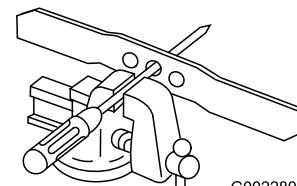

Figure 29
1. Vérifiez l'équilibre de la lame en enfilant le trou central sur un clou ou la tige d'un tournevis serré horizontalement dans un étai (Figure 29).